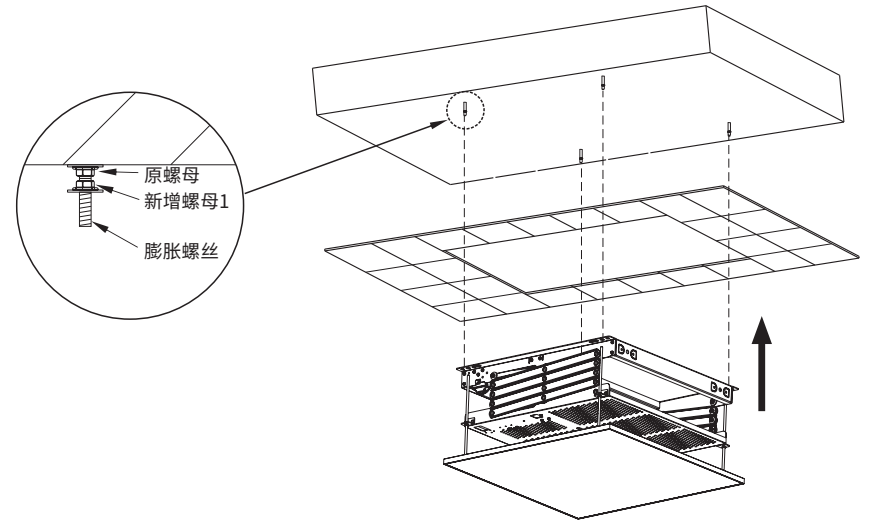

图7
- 在每颗膨胀螺丝上另外再加一颗 M8 螺母 (非附件)，并拧到靠上面的位置 (图7)；把升降架装入天花上面，并把升降架四个安装挂板的孔位对准四个膨胀螺丝。